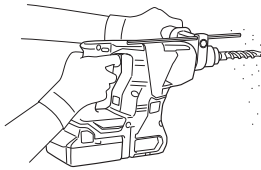

Fig. 15
- (1) Montar la broca.
- (2) Presionar el interruptor de gatillo después de poner la punta de la broca en la posición para taladrar. (Fig. 15)
- Si la broca entra en contacto con la barra de hierro de construcción, la broca se detendrá de forma inmediata y el martillo perforador reaccionará al giro. Por lo tanto, agarre bien el asa lateral y el asidero como se muestra en la Fig. 15.